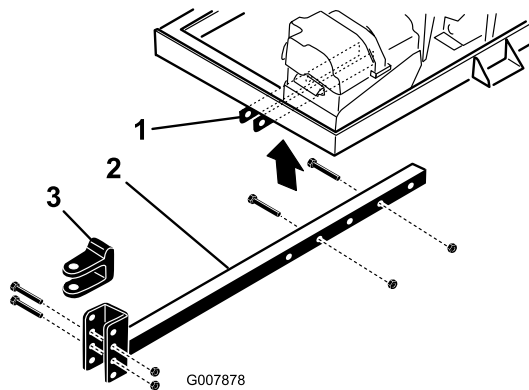

図 4
3. フレームブラケットにヒッチチューブに差し込む **図4**。ボルト $\frac{3}{8}$ " x 3"2本とフランジナット $\frac{3}{8}$ "を使用して、チューブをフレームに固定し、ボルトを 40 Nm/4.14 kg.m² = 30 ft-lb にトルク締めする。
- ヒッチクレビス **図4** をヒッチチューブに固定しているボルトとロックナットを外す。